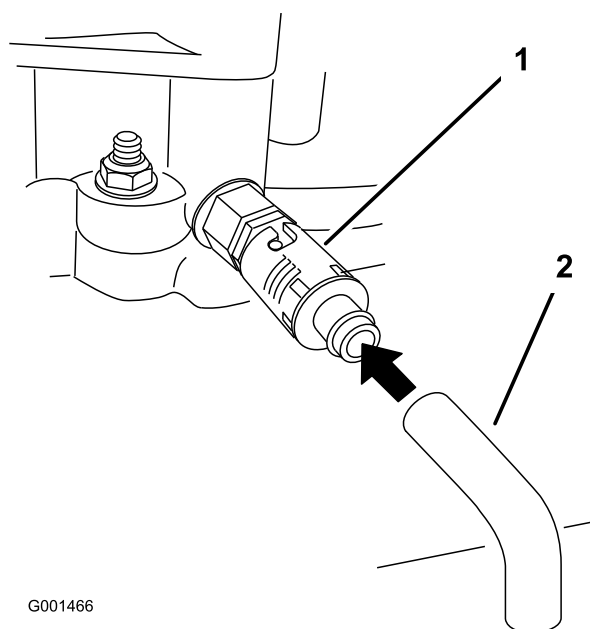

Figure 22
6. Placez un bac sous le flexible de vidange. Tournez le robinet de vidange d'huile pour permettre à l'huile de s'écouler (Figure 22).
8. Enlevez le flexible de vidange (Figure 22).